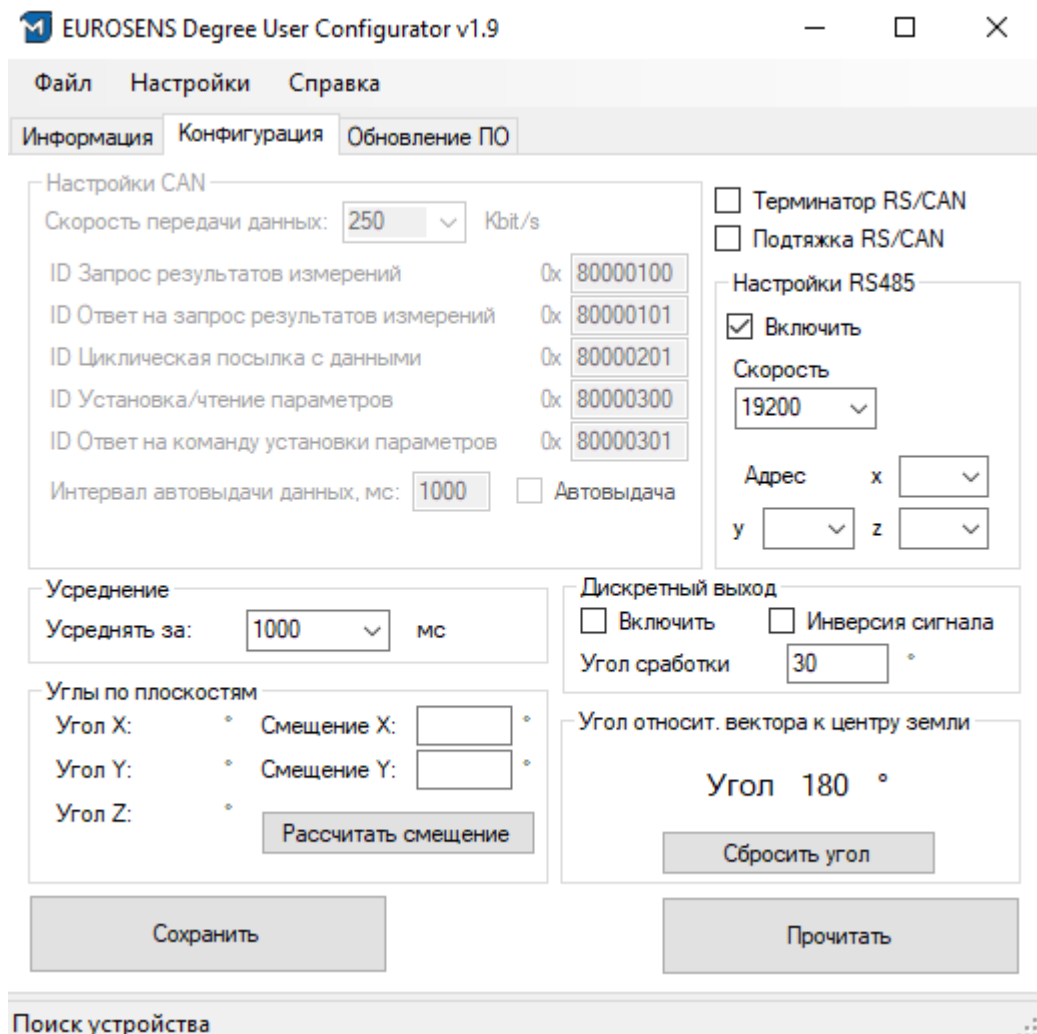

рис. 4.7. Вкладка «Конфигурация»
- Вкладка «**Конфигурация**» (рис. 4.7), в которой задаются настройки датчика. В зависимости от модели подключенного датчика будут активны либо настройки интерфейса RS-485 (для Degree RS) либо CAN (для Degree CAN).